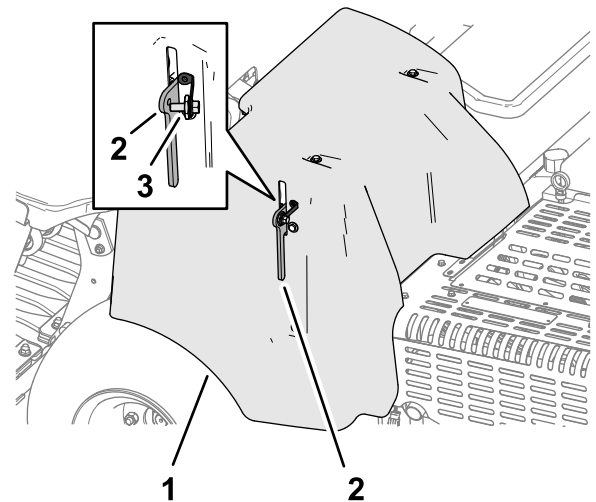

Figure 141
- Si la machine est équipée de la sangle de sécurité sur le verrou du protège-courroies (conformité CE), desserrez le boulon de la sangle jusqu'à ce qu'il se sépare du verrou du protège-courroies (Figure 141).